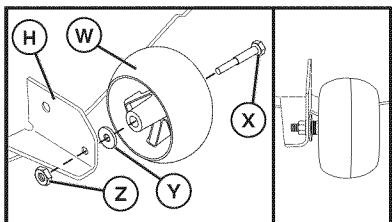

Fig. 23
2. ARME LA RUEDA CALIBRADORA DELANTERA (W) EN LA PARTE DELANTERA DE LA CORTADORA DE CESPED (Vea Fig. 23)